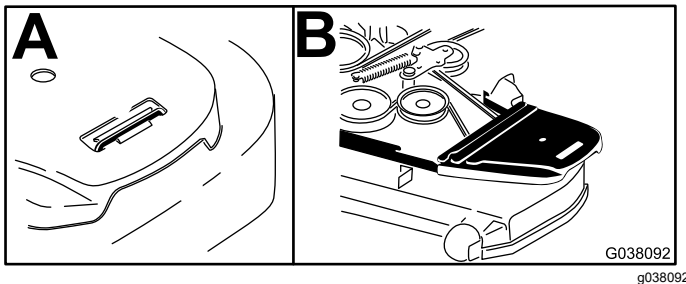

Figura 15
2. Retire la cubierta de la correa de la derecha (Figura 15).